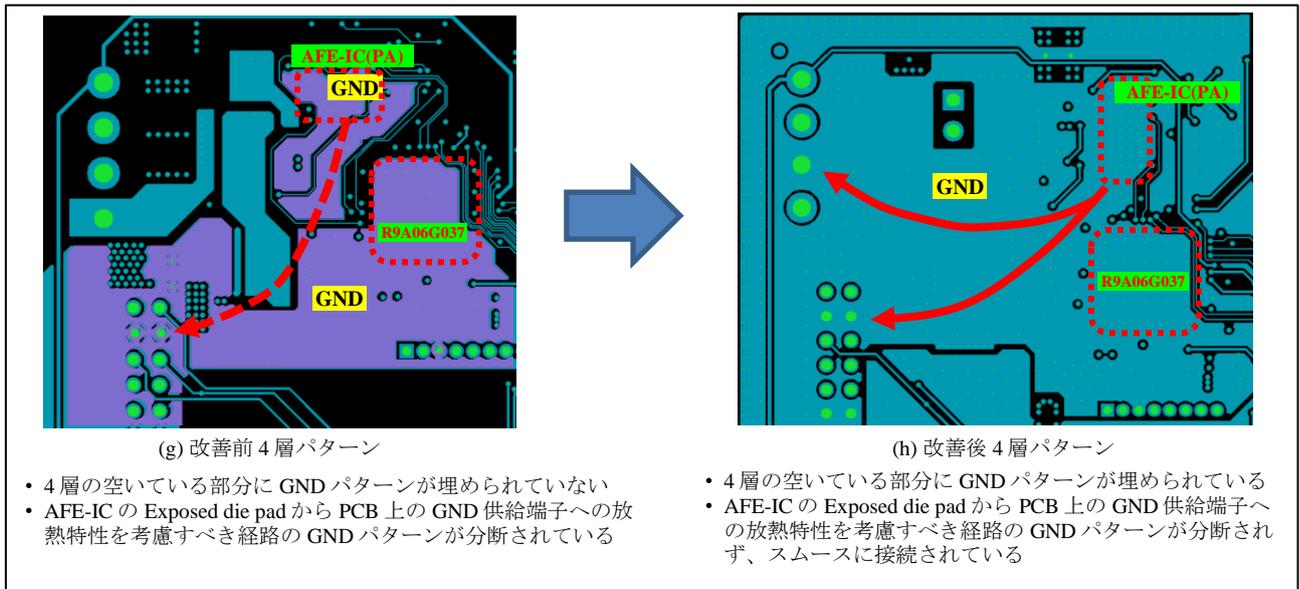

Figure 2-12 R9A06G037 と AFE-IC の裏面 exposed die pad と GND パターンの接続例
- 電源層(第 3 層)において、TX 出力/RX 入力の信号配線及びその部品と重なる領域は、極力 GND パターンとしてください。(Figure 2-12 (e) (f)に電源層の GND パターンの例を示します)
- 1 層では、放熱性を高めるため、AFE-IC の Exposed die pad は極力 1 層の GND プレーンと接続してください。(接続例を Figure 2-12 (a) - (b) に示します)
- 2 層の GND 層では、R9A06G037, AFE-IC の Exposed die pad と PCB 上の GND 供給端子への経路を、スムーズに接続してください。(接続例を Figure 2-12 (c) - (d) に示します)
- 3 層の電源層では、R9A06G037, AFE-IC の Exposed die pad と接続される via hole 部分は GND パターンを配置してください。(接続例を Figure 2-12 (e) - (f) に示します)
- 4 層では、GND パターンが放熱設計において特に重要になります。より放熱性能を高める為、GND パターンの領域を広くとり、R9A06G037, AFE-IC の Exposed die pad を GND パターンと接続してください。そして、AFE-IC の Exposed die pad と PCB 上の GND 供給端子への経路内に障害物が無いように極力スムーズに接続してください。(接続例を Figure 2-12 (g) - (h) に示します)
- ・ 電源層は、PLC ボードで使用している 1.1V 電源領域、3.3V 電源領域、15V 電源領域を配置し、電源領域と交差を回避したい領域は GND パターンを配置することを推奨します。Figure 2-12 (e) (f) 及び、Figure 3-4 に電源層の例を示します。